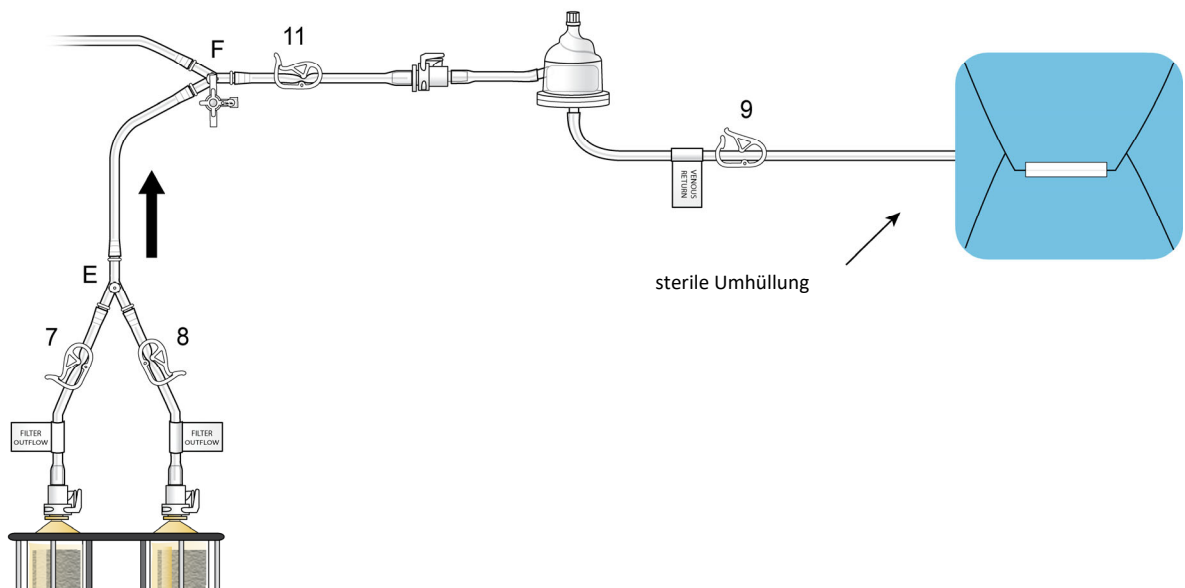

Abbildung 18
- (c) Verbinden Sie Stecker und Buchse des Schnellverbindungsstücks (drücken und klicken), das sich an der Abflussklemme (11) befindet, siehe Abbildung 18. Positionieren Sie die Blasenfalle im Blasenfallenhalter oberhalb der Filterpatronen.